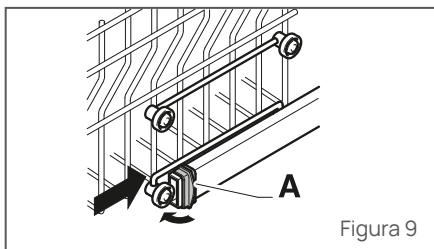

Figura 9
- Vuelva el cierre "A" a la posición original (Figura 9).